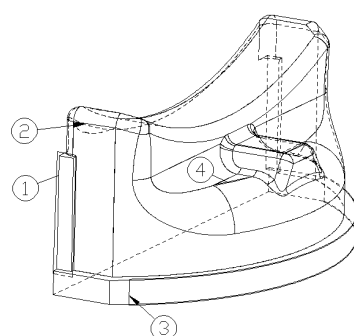

图 2-2 常见的破面样式
如图 2-2 所示为破面常见的几种情况，如果要将此产品图转换成实体图档，就需要将所有片体修补成一个封闭的图形，可图中所列出的 4 处位置所表现的情况是：第①②处的面大了，需要将超出的面修剪掉；第 3 处的面不够大，需要将期延伸，再修剪；第 4 处的面变形了，需要将其删除，然后再建构新的片体；